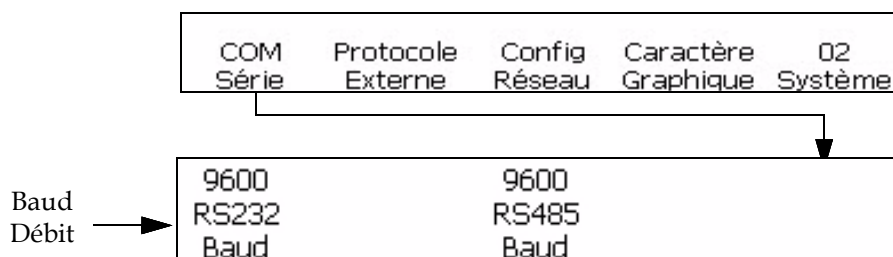

Figure 4-24: Fenêtre <02 Système>
- 1 Naviguez jusqu'à la Fenêtre < 02 Système> (01 Editer > 02 Editer > 03 Editer > 04 Editer - Config. Système > 01 Système > 02 Système). Voir Figure 4-24.